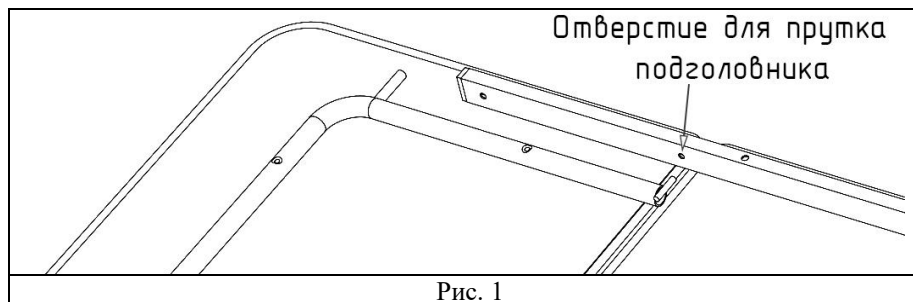
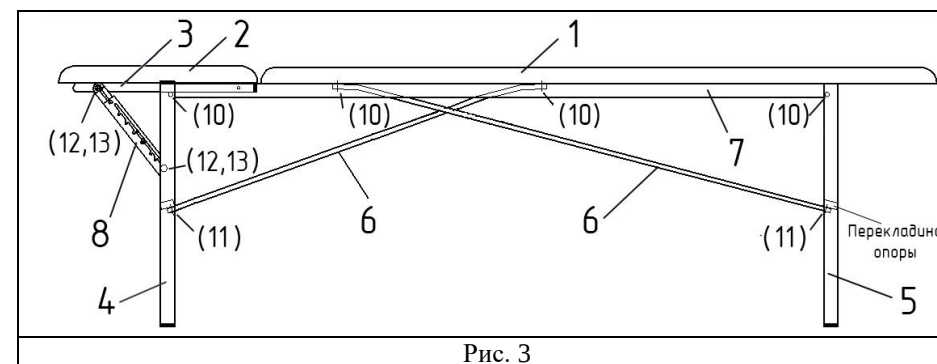

Рис. 1
Рис. 3
2. Прикрепить один из профилей (7) к лежаку (1). Для этого сориентировать профиль относительно лежака по схеме на рис. 1, 2. Так как профили (7) симметричные, необходимо обратить внимание на расположение несквозного отверстия для прутка подголовника – оно должно быть обращено вовнутрь лежака.
3. В несквозное отверстие прикрепленного профиля вставить прутки рамы подголовника (3) рис. 1.
4. Таким же образом соединить второй профиль (7) с рамой подголовника (3), после чего прикрепить его к лежаку при помощи винтов М6х50 (9).
5. Прикрепить раму подголовника (3) к подголовнику (2) винтами 5х35 (14), закрутив их в установленные в подголовнике забивные гайки.
6. Опору с приваренным болтом (4) расположить со стороны подголовника так, чтобы болт опоры и болт рамы подголовника были направлены в одну сторону. Прикрепить опору к профилям (7) при помощи двух винтов М6х30 (10).
7. Прикрепить с помощью двух винтов М6х30 (10) опору без болта (5) к профилям (7) через боковые отверстия профилей (обратить внимание на уклон перекладки опоры см. рис. 3).
8. Прикрепить стяжки (6): использовать винты М6х30 (10) для крепления с забивными гайками лежака (1) и винты М6х25 (11) для крепления к опорам (4, 5).
9. Кронштейн телескопический (8) располагается лицевой стороной наружу, выдвижной частью к подголовнику. Прикрепить кронштейн к приваренным болтам рамы подголовника (3) и опоры (4) с помощью гаек М8 (13), подложив шайбы М8 (12).